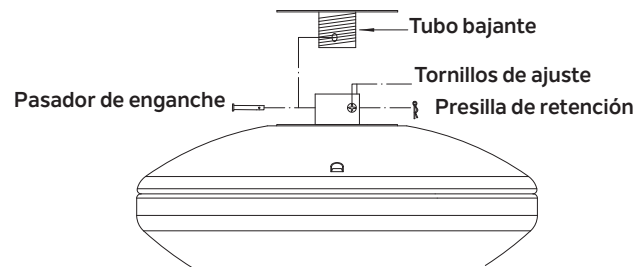

Fig. 6
**Paso 4.** Inserta los cables que salen por la parte superior del motor del ventilador a través de la cubierta del acoplador, la tapa de la cubierta, la cubierta, el aro decorativo y luego por el tubo bajante y la esfera. (Fig. 6)
**Paso 5.** Alinea los orificios en la parte inferior del tubo bajante con aquellos del collarín en la parte superior de la carcasa de motor (Fig. 6). Inserta con cuidado el pasador de enganche a través de los orificios del collarín y del tubo bajante. Ten cuidado de no apretarlo contra el cableado dentro del tubo bajante. Inserta el pasador de seguridad en el orificio cercano al extremo del pasador de enganche hasta que quede encajada en su posición como se muestra en el círculo de la Figura 6.
**Paso 6.** Aprieta firmemente los dos tornillos de fijación en la parte superior del motor de ventilador. (Fig. 6)